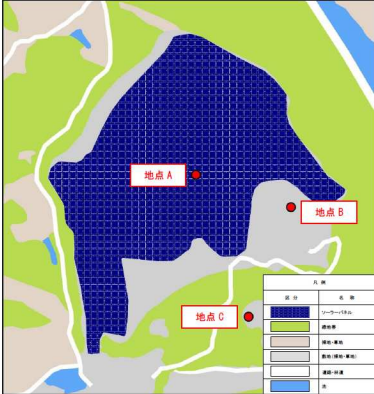

図 10.13-1 調査地点のイメージ図
図 10.13-1 及び図 10.13-2 に示すとおり、ソーラーパネル集積部（地点 A）とその風下側（地点 B）において風向・風速、気温を測定し気温変化の把握を行った。〔類似調査①〕また、同調査では、改変区域周辺に存在する緑地帯（残存森林）の冷却効果を確認するため、緑地帯を通過後（地点 C）の気温を測定し、効果の把握を行った。〔類似調査②〕